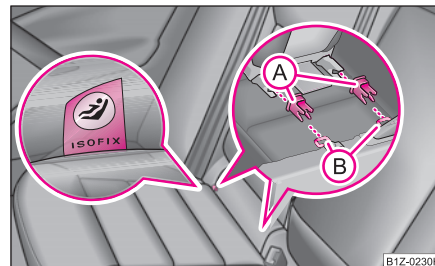

Fig. 181 Argollas de sujeción (sistema ISOFIX)
- Introduzca los conos receptores **(A)** en las argollas de sujeción **(B)** entre el respaldo y la banqueta ⇒ página 183, fig. 181.